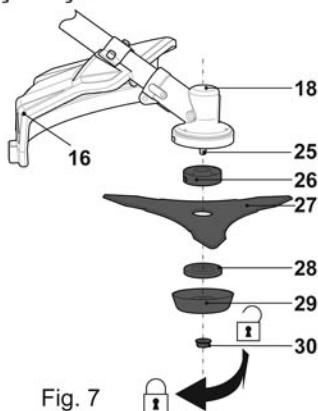

Fig. 7
- > Introduceți elementul de protecție în formă de cupă (29).
- > Înfiletați piulița cu guler în sensul de rotație indicat, folosind unealta multifuncțională [39] (Fig. 7).